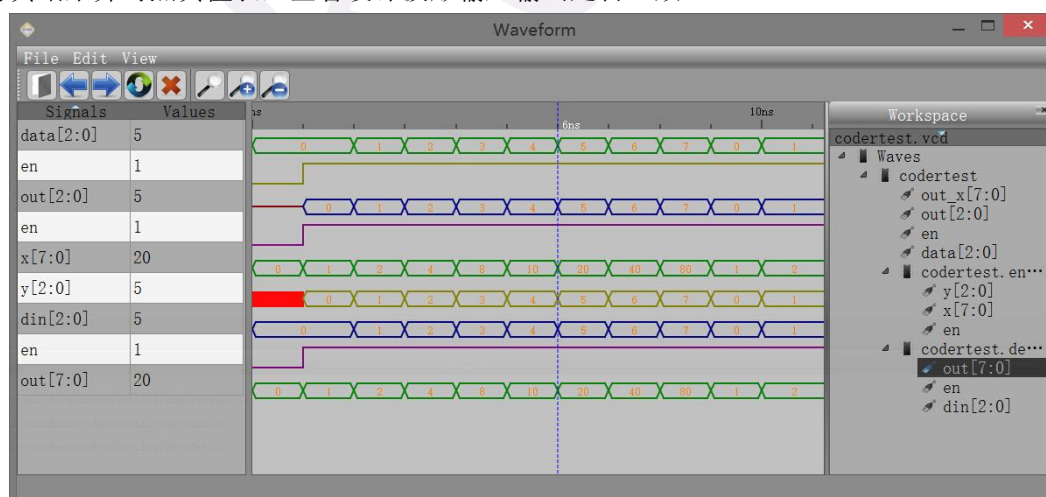

图 2-3-11 查看波形
(6) 执行仿真并查看波形。点击工具栏 ，查看输出信息，检查没有错误之后点击  进行仿真，再点击 。在弹出的 Waveform 窗口上点击右侧 Workspace 中的信号，进行添加并查看，如图 2-3-11 所示。点击波形查看器工具栏上的  图标进行自动缩放。分析仿真结果并对照真值表，查看设计波形输入输出是否一致。